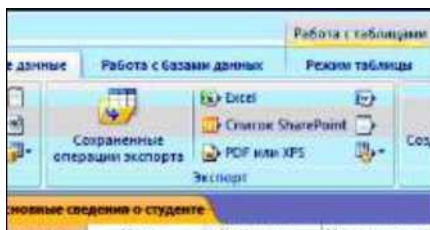

Рис. 2.13. Раздел Экспорт
1. Выбрать на закладке **Внешние данные** в разделе **Экспорт (Export)** среду куда собираетесь экспортировать данные (рис. 2.13).